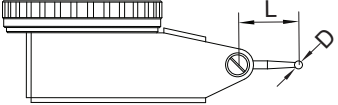

fig.6
4. Chaque type de comparateur a une longueur de stylet spécifique (L, fig.6). Si la longueur n'est pas correcte, il en résultera une erreur de mesure. Veuillez vous référer au tableau suivant pour choisir les stylets appropriés.